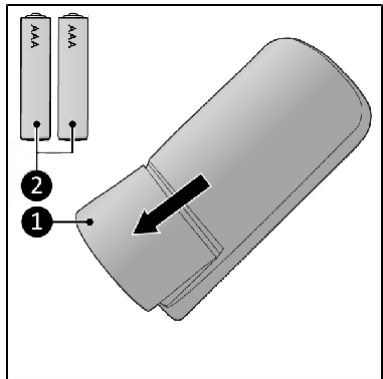

Figura 13
1. Aprire il coperchio dell'alloggiamento delle batterie (figura 13, elemento 1).
2. Posizionare due batterie AAA da 1,5 V (figura 13, elemento 2) nell'alloggiamento rispettando le polarità indicate.